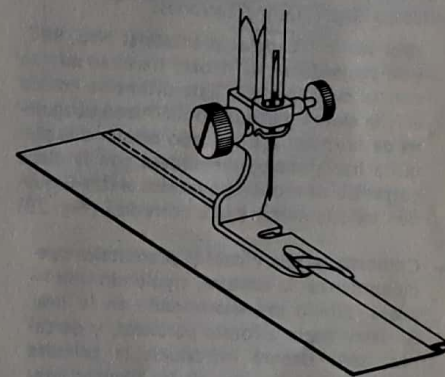

Fig. 28
- 1.— Una vez colocado el prensateles, deberá doblar el borde de la tela por un extremo que deberá introducir en la lengüeta en forma de espiral del prensateles. (Fig. 28)